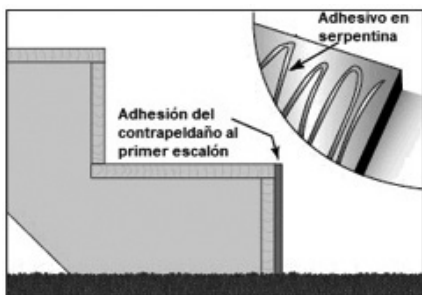

Fig. 15
2. Adhiera en su sitio con adhesivo de construcción aplicando un cordón de 3" (7.6 cm) en forma de serpentina en la parte posterior del revestimiento de piso (Fig. 15). Consulte el rótulo del adhesivo de construcción para ver todas las recomendaciones, advertencias y precauciones de seguridad.